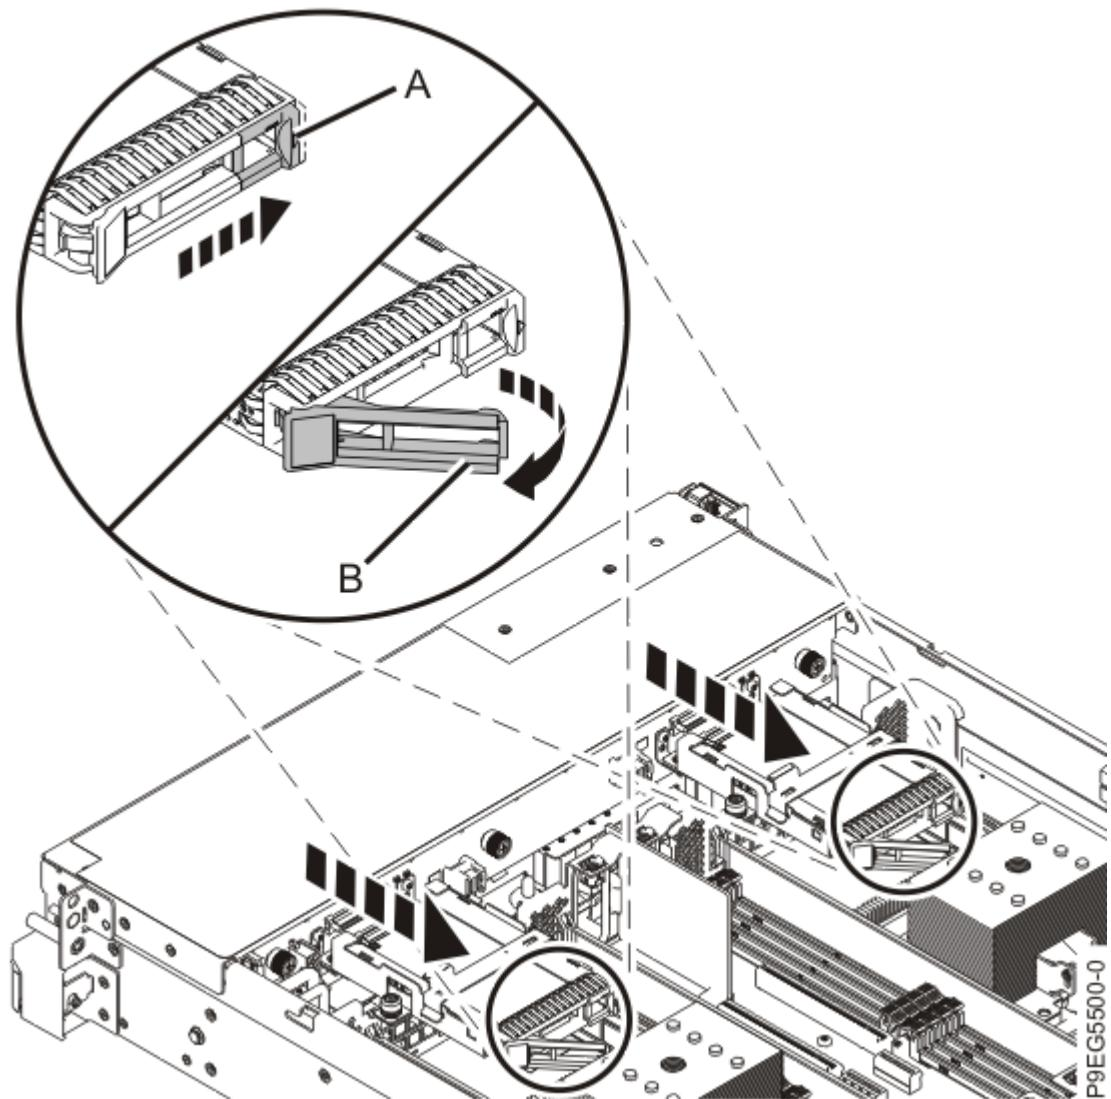

図 7. ドライブのラッチを外す
b) ドライブ・タブ (A) を押して、ドライブ・レバー (B) を解放します (9 ページの図 7 を参照)。